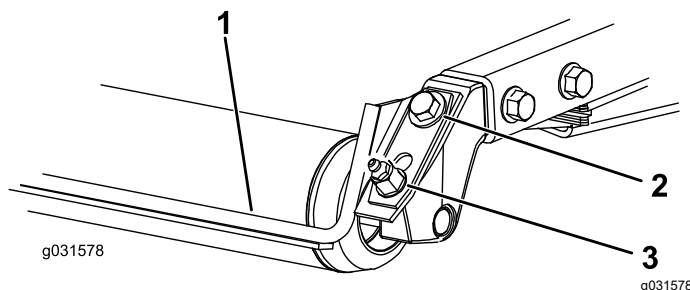

Figura 20
- Afloje el engrasador y el tornillo de montaje (Figura 20).